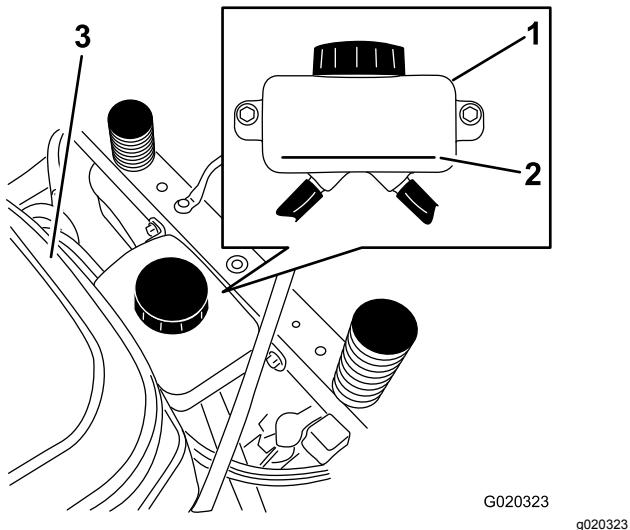
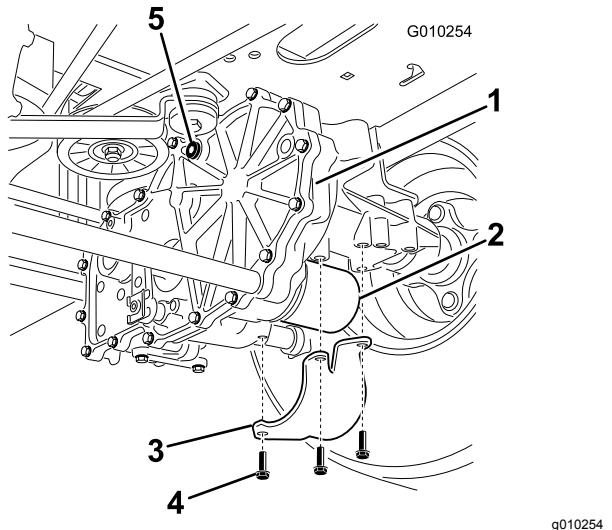

Figure 49
Figure 50
3. Localisez le filtre et les protections sur chaque transmission de la boîte-pont (Figure 50).
4. Retirez les trois vis qui fixent la protection du filtre et déposez la protection (Figure 50).
- A. Vérifiez que les bouchons d'aération et le bouchon du réservoir sont retirés avant d'ajouter l'huile (Figure 49 et Figure 50).
- B. Versez lentement l'huile spécifiée dans le vase d'expansion jusqu'à ce qu'elle ressorte par l'un des orifices des bouchons d'aération; arrêtez alors de verser (Figure 50).
- C. Remettez ce bouchon d'aération en place (Figure 50).
- D. Versez de l'huile dans le vase d'expansion jusqu'à ce qu'elle ressorte par l'orifice de l'autre bouchon d'aération sur la seconde transmission; arrêtez alors de verser (Figure 50).
- E. Remettez ce bouchon d'aération en place (Figure 50).
7. Versez de l'huile dans le vase d'expansion jusqu'à ce qu'elle atteigne le repère du niveau maximum à froid (FULL COLD) sur le réservoir et remettez le bouchon du vase d'expansion en place (Figure 49).
6. Arrêtez le moteur et vérifiez le niveau d'huile dans le vase d'expansion. Faites l'appoint d'huile spécifiée jusqu'à ce que le niveau atteigne le repère maximum à froid (FULL COLD) sur le vase d'expansion (Figure 49).
d'huile spécifiée jusqu'à ce que le niveau atteigne le repère maximum à froid (FULL COLD) sur le vase d'expansion (Figure 49).